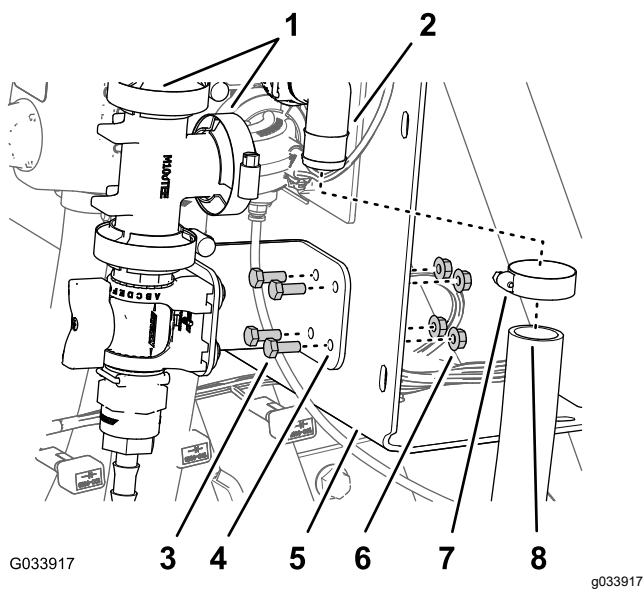

Figura 34
1. Alinhe a flange da união em T com a flange da união a 90° com um conector para o tubo sensor (Figura 34).
2. Monte sem apertar a união em T e a união a 90° com uma junta e um grampo de flange (Figura 34).
4. Aperte à mão o grampo da flange que prende a válvula de controlo e a união em T (Figura 29) e o grampo da flange que prende a união em T à união de 90° com um conector para o tubo sensor (Figura 31 e Figura 34).